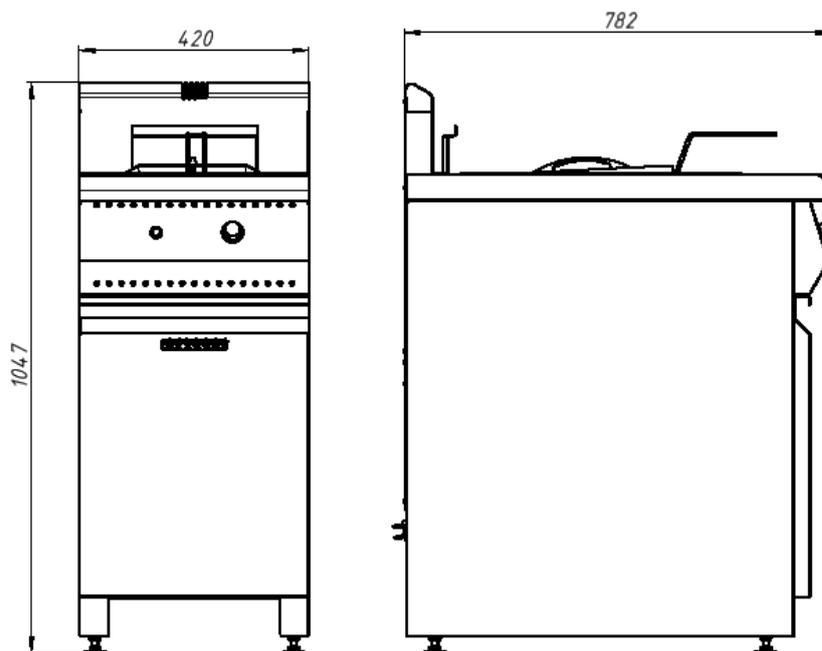

Рис. 1. Габаритные размеры установки
Регулируемыми ножками поз.6 рис.1 выставить фритюрницу горизонтально.
5.3 Подсоединить заземление корпуса установки (7) рис.1 к заземляющему контуру помещения согласно ГОСТ 27570.0-87.
5.4 Подключить газ к штуцеру газопровода фритюрницы поз.12 рис.1 специалистами газовой службы гибкой подводкой сильфонного типа.
5.5 Подключить эл. кабель с эл. вилкой поз.9 рис.1 в электросеть с напряжением 220В
6.4.3 Нажать кнопку электророзжига поз.10 рис.1.Нажать рукоятку управления до упора и, не отпуская зажечь пилотную горелку.